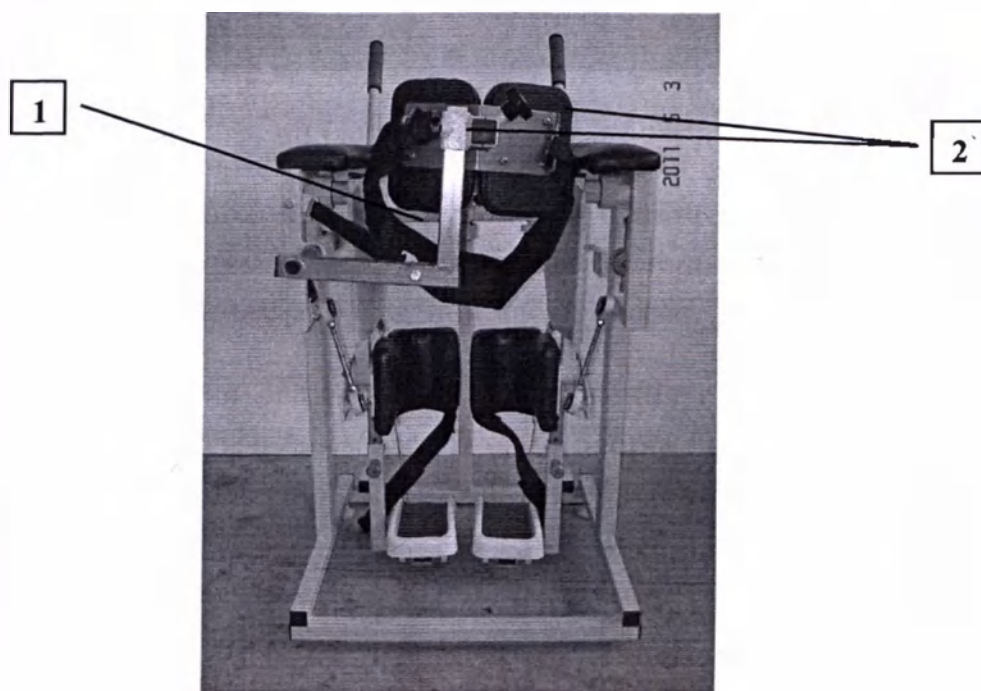

Рисунок 16 – Имитатор ходьбы вид сзади
7.1.6 В случае необходимости используется ремень для фиксации бедер, см. Рисунок 16 поз.1, при этом нужно обхватить пациента ремнем спереди с последующим закреплением его к задней части опоры.
7.1.7 Для придания вертикального положения с помощью фиксаторов «барашков» выставляется нужное положение опоры поясницы (опора поясницы может перемещаться выше или ниже, вперед или назад), см. Рисунок 16 поз.2.